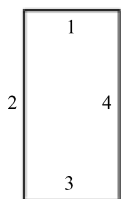
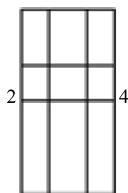

图 5-111 绘制矩形
图 5-112 偏移直线
(1) 单击“默认”选项卡“绘图”面板中的“矩形”按钮, 绘制一个长为5、宽为10的矩形，效果如图5-111所示。
(2) 单击“默认”选项卡“修改”面板中的“分解”按钮, 将矩形进行分解，命令行提示与操作如下：
(3) 单击“默认”选项卡“修改”面板中的“偏移”按钮, 将图5-111中的直线1向下偏移，偏移距离为3；重复“偏移”命令，将直线1再向下偏移5，然后将直线2向右偏移，偏移距离分别为1.5和3.5，结果如图5-112所示。